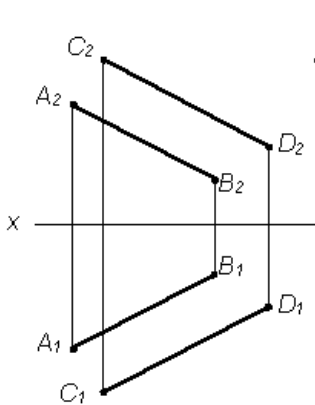

Рис.1.
1. Найти горизонтальную проекцию точки  $K$ , если она принадлежит плоскости, заданной  $AB \parallel CD$  (рис. 1):